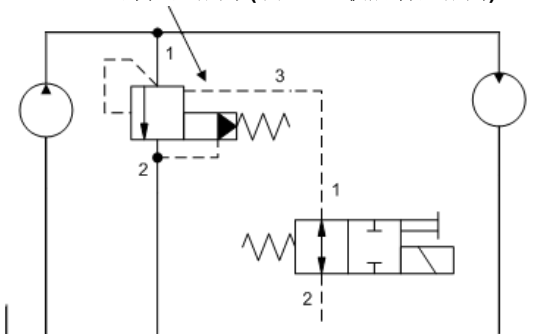

图2. 先导式外控溢流阀通过连接一只2位2通换向阀至口3可用于启停液压马达(通过使用先导式外控软启动溢流阀，执行器[例如连接传送带或风扇的液压马达]可实现平稳的上升至工作转速而不产生冲击。该图仅为说明，并非实际回路
- 通断口3先导油路，例如采用一只二位二通换向阀(如图2所示)，将会影响从口1至口2的主油路开启或在设定溢流压力下关闭。若调压弹簧设定不超过3000psi(210bar),并且口3连通大气，在一半额定流量下，口1压力为40-75psi(2,5-5bar)。
- 通/断口3先导油路，比如采用一只二位二通换向阀(如图2所示)，控制口1至口2的主油路，当换向阀接通时，溢流阀直接开启泄压；当换向阀截止时，溢流阀在上升至设定溢流压力后溢流。若调压弹簧设定不超过3000psi(210bar),并且口3连通大气，在一半额定流量下，口1压力为125-200psi(9-14bar)。
- 该阀的外控口3安装Sun软切换电磁阀(如图2所示)，可在液压系统中有效实现无冲击加载和卸荷。